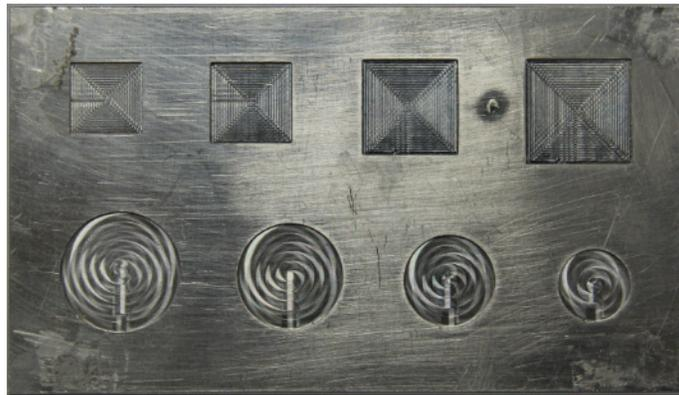

図 16. 金属オーバーレイの下側にスペーサーを実装
2. スペーサーを導電層と一体化し、金属オーバーレイの下側に止まり穴をエッチングすることで形成 (図 16を参照)